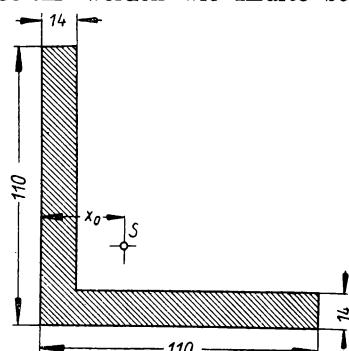

Bild 203
- 329.** Für den Winkelstahlquerschnitt (Bild 203) soll der Schwerpunktsabstand x_0 zeichnerisch mittels Kraft- und Seilecks bestimmt und das Ergebnis durch Rechnung nachgeprüft werden.